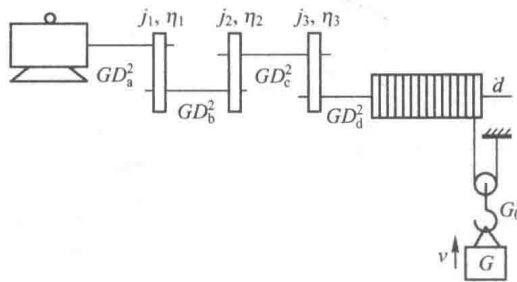

图 2-3 某起重机电力拖动系统示意图
**【例 2-3】** 某起重机电力拖动系统如图 2-3 所示。电动机  $P_N=20\text{ kW}$ ， $n_N=950\text{ r/min}$ ，传动机构转速比  $j=3$ ， $j=3.5$ ， $j=4$ ，各级齿轮传递效率  $\eta_{c1}=\eta_{c2}=\eta_{c3}=0.95$ ，各轴上的飞轮矩  $GD_a^2=123\text{ N}\cdot\text{m}^2$ ， $GD_b^2=49\text{ N}\cdot\text{m}^2$ ， $GD_c^2=40\text{ N}\cdot\text{m}^2$ ， $GD_d^2=465\text{ N}\cdot\text{m}^2$ ，卷筒直径  $d=0.6\text{ m}$ ，吊钩重  $G_0=1962\text{ N}$ ，被吊重  $G=49650\text{ N}$ ，忽略电动机空载转矩，忽略钢丝绳重量，忽略滑轮传递的损耗，求：(1) 以速度  $v=0.3\text{ m/s}$  提升重物时，负载（重物及吊钩）转矩、卷筒转速、电动机输出转矩及电动机转速；(2) 负载及系统的飞轮矩（折算到电动机轴上）；(3) 以加速度  $\alpha=0.1\text{ m/s}^2$  提升重物时，电动机输出的转矩。